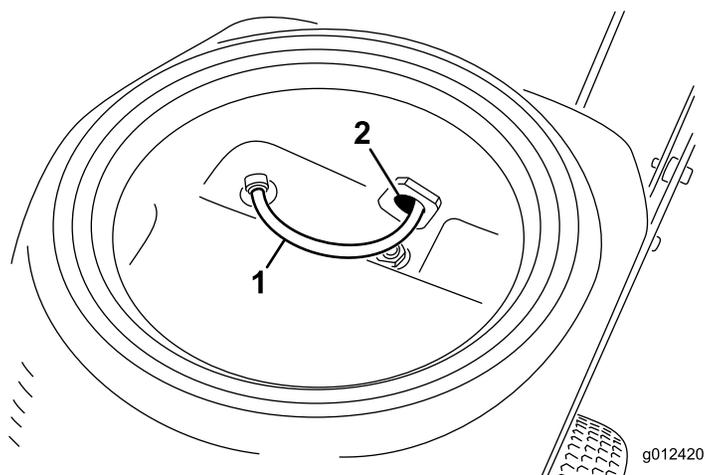

Figura 32
4. Dall'interno del serbatoio della vernice, inserite la linea di agitazione nella valvola di spurgo, come illustrato in Figura 32.